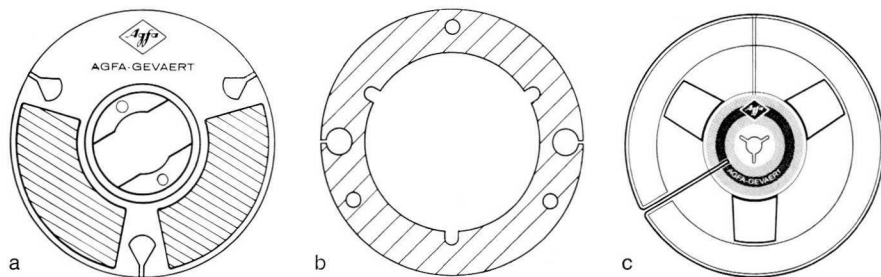
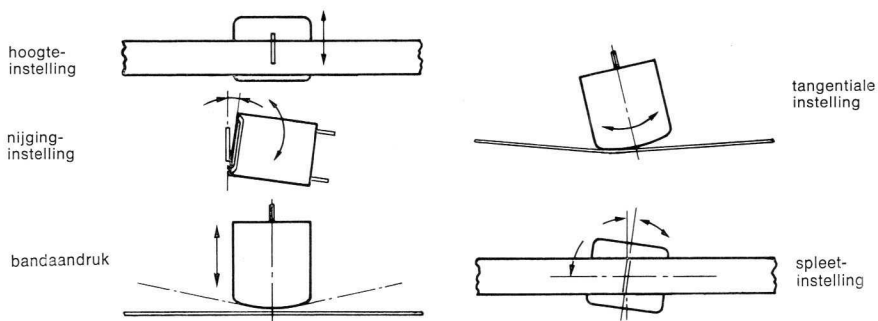

Fig. 16: Wickelkernen en flensspoel.
Fig. 18: Kopinstelling, verklaring in de tekst.
Voor het opwickelen van magneetbanden zijn twee kern-typen gebruikelijk: de AEG-kern en de NAB-kern. Beide kernen worden ook met flenzen toegepast, zodat naast de kernen ook de dienovereenkomstige spoelen bestaan (→fig. 16, blz. 37). De AEG-kern wordt in Frankrijk ook →CCIR-kern genoemd. Kernen worden hoofdzakelijk op professionele studio-recorders toegepast, die daarvoor dan ook uitgerust zijn. Op amateur-recorders worden spoelen met de z.g. drietand (→fig. 18 c) toegepast. Met behulp van speciale adapters zijn ook NAB-kernen op een AEG-kern-span-inrichting te gebruiken.
- 5) De →spleetinstelling: het justeren van de kopspleet precies loodrecht op de bandlooprichting; bij verkeerde spleetinstelling ontstaan verliezen bij hoge frequenties, →fig. 18, blz. 40.